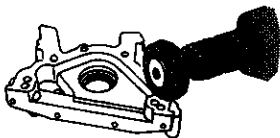

图 2-49 去除密封凸缘上的密封胶残余物
10) 去除密封凸缘上的密封胶残余物，如图 2-49 所示。